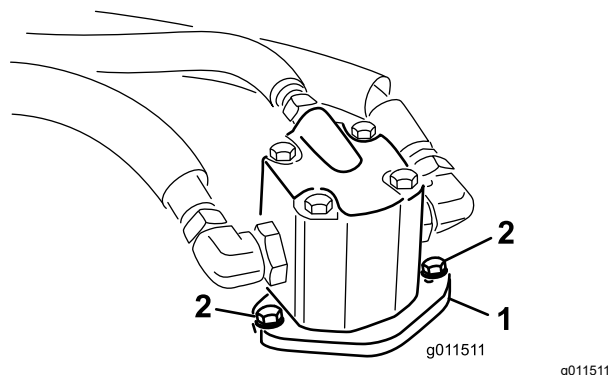

Figure 114
4. Enlevez les boulons qui fixent le moteur hydraulique à l'unité de coupe (Figure 114).